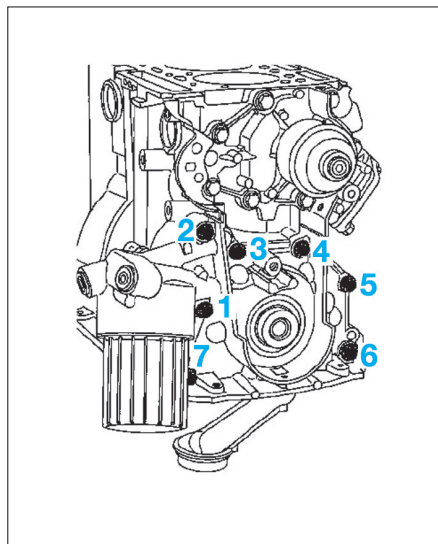

Fig. 17
- la pompe à huile sur le moteur et serrer ces vis de fixation en respectant l'ordre de serrage (Fig.17),